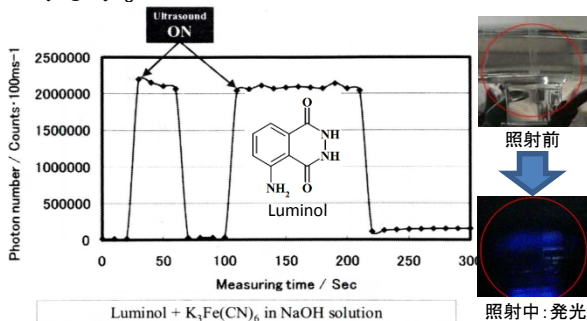

図3 ルミノールのアルカリ水溶液からの化学発光
- ▶ ルミノールのアルカリ溶液に、2.4 MHzの超音波を照射し、暗箱内で発光を観察しました(図3)。超音波を照射するとルミノールと反応する過酸化水素が生成され、超音波照射時のみ化学発光が観察されることが分かります。